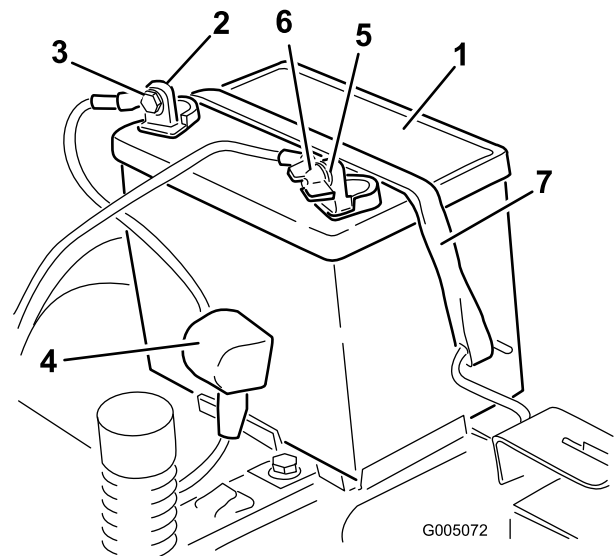

Figura 32
4. Desconecte el cable negativo de tierra (negro) del borne de la batería (Figura 32). Guarde todos los herrajes.
5. Deslice hacia arriba la cubierta de goma del cable positivo (rojo). Desconecte el cable positivo (rojo) del borne de la batería (Figura 32). Guarde todos los herrajes.
6. Retire la correa de sujeción de la batería (Figura 32) y levante la batería para retirarla de su bandeja.
1. Coloque la batería en la bandeja, con los bornes hacia el puesto del operador (Figura 32).
5. Fije la batería con la correa de sujeción (Figura 32).